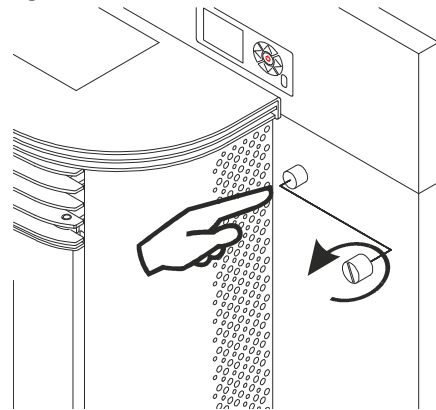

Figura 29
- 6.11. **Motor reductor no gira.** Con la estufa desenchufada, comprobar el termostato de seguridad que se encuentra en el interior de la estufa. Para activarlo se debe pulsar el botón, si el termostato se encuentra activado escuchará un “clic”. Si el termostato de seguridad ya había sido activado con anterioridad, consulte con su distribuidor. En los modelos encastrables Eco I y Eco II (figura 29), lo encontramos en la parte frontal, debajo del teclado. Debemos desenroscar el tapón que lo protege.